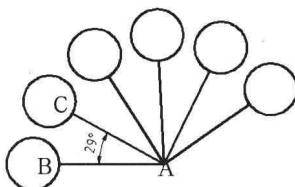

图 7-3-12
- (1) 在“注释”面板中单击“角度”按钮 \triangle ，或者选择菜单命令“标注/角度”。
- (2) 命令行提示“选择圆弧、圆、直线或<指定顶点>”，单击图形中的直线AB。
- (3) 命令行提示“选择第二条直线”，单击图形中的直线AC。
- (4) 命令行提示“指定标注弧线位置或 [多行文字(M)/文字(T)/角度(A)/象限点(Q)]”，移动鼠标拖出标注线，在适当的位置单击以指定标注位置，如图7-3-12所示。
- (5) 单击“注释”选项卡，在“标注”面板中单击“基线”按钮 \square ，或者选择菜单命令